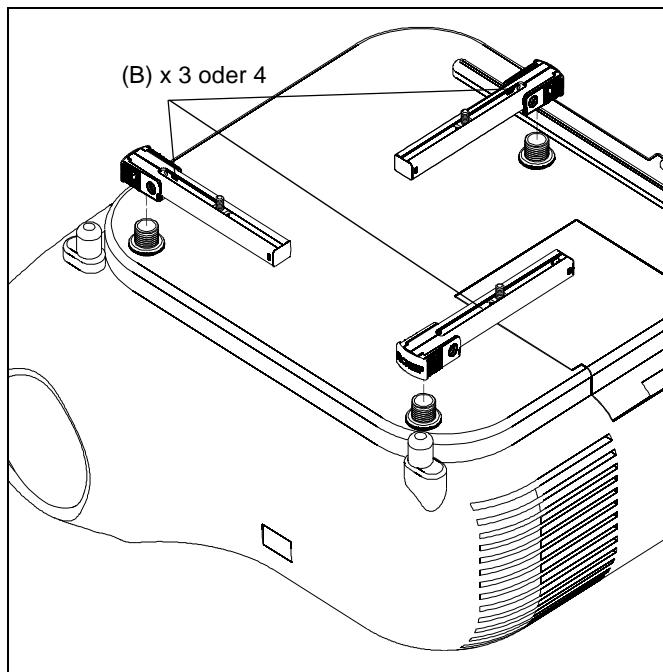

Abb. 4
- Platzieren Sie die SLBU/SLMU-Beine (B) über den Schraubadapters mit den Höheneinstellmuttern. (See Figure 4)